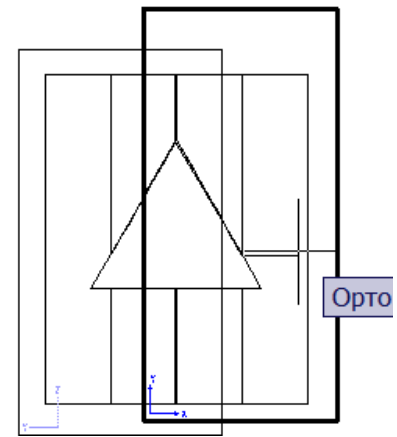

Рис.5.29
- d) на запрос второй точки секущей плоскости щёлкнуть произвольно точку правее (при включенном индикаторе Орто (Ortho)) (рис.5.29);